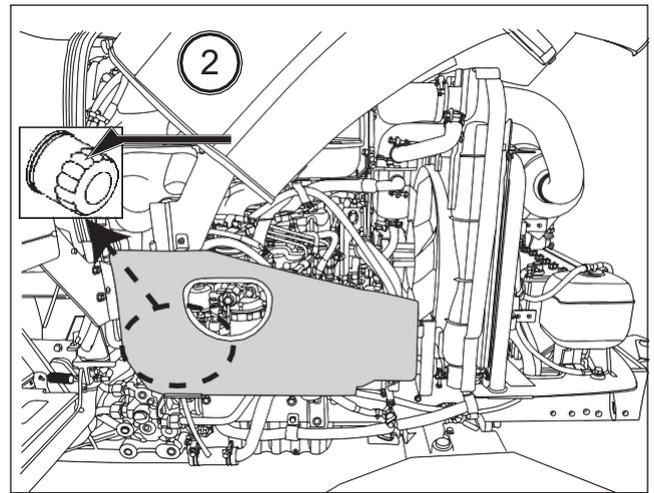

FIG. 89
FIG. 89: Para sustituir el filtro de aceite del motor - Retire el filtro de aceite (2) y deposite este antiguo filtro en un punto limpio. Asegúrese de que se ha retirado la junta de origen del filtro.